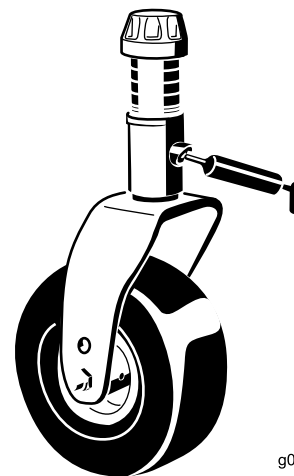

Figura 37
- 2 casquillos del eje de la horquilla de la rueda giratoria (Figura 37)